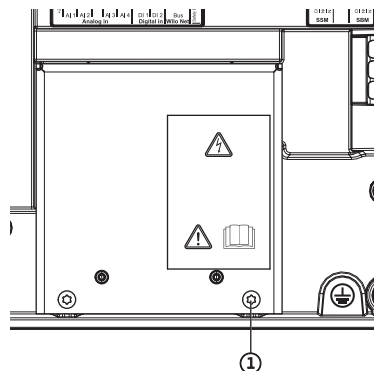

Fig. 114: EMS aizsardzības plāksne
4. Atskrūvējiet EMS aizsargplāksnes skrūves (Fig. 114., 1. poz.) un noņemiet aizsardzības plāksni.